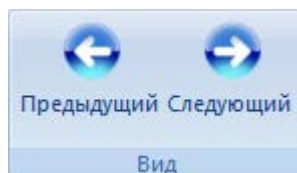

Рис. 5-25 – Панель «Вид» окна «Просмотр документов»
4) Для просмотра других документов, связанных с выбранным объектом, перейти в окно просмотра документов и использовать кнопки «Предыдущий» и «Следующий» панели «Вид» (рис. 5-25).